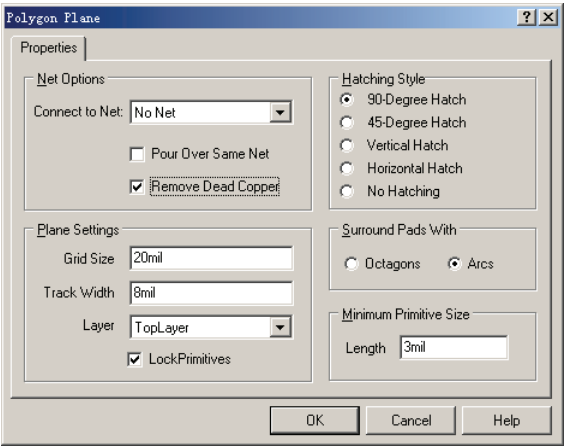

图 5-76 “Polygon Plane”对话框
2) 执行此命令后，系统将会弹出如图 5-76 所示的“Polygon Plane（多边形属性）”对话框。
当放置了多边形平面后，如果需要对其进行编辑，则可选中多边形平面，然后右击，从快捷菜单中选择“Properties”命令，或者双击坐标，系统也将会弹出如图 5-76 所示的“Polygon Plane”对话框。